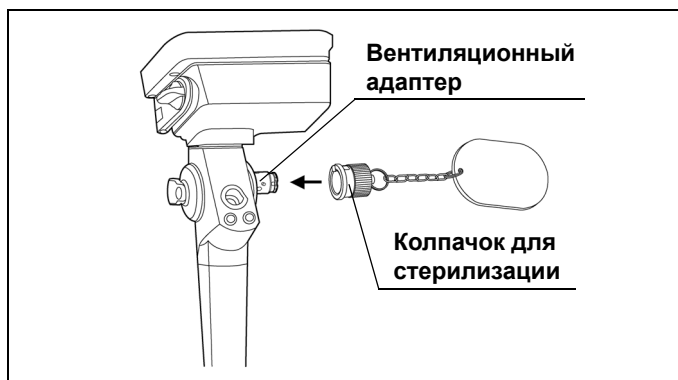

Рис. 3.3
- При проведении стерилизации в системе V-PRO® maX колпачок для стерилизации (MAJ-1538) должен быть присоединен к вентиляционному адаптеру, чтобы избежать разрыва подвижной части. (см. рис. 3.3)